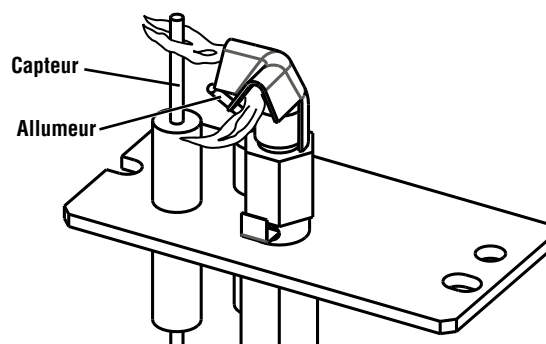

Figure 38 - Apparence adéquate de la flamme de la veilleuse
- ☐ Inspecter périodiquement la veilleuse pour vérifier que la flamme est correcte. Mettre le sélecteur ON/Auto de la veilleuse sur la position ON. S'assurer que la veilleuse s'allume. La flamme de la veilleuse doit recouvrir le détecteur de flamme comme illustré à la **figure 38**. Voir le mode *Intermittent/Veilleuse* en attente à la **page 24** pour savoir comment passer de l'allumage intermittent à une veilleuse en attente.
2. Retirer les 5 vis Phillips maintenant l'ensemble ventilateur en position et soigneusement mettre l'ensemble de côté, exposant ainsi le câblage de l'appareil (voir **figure 38**).